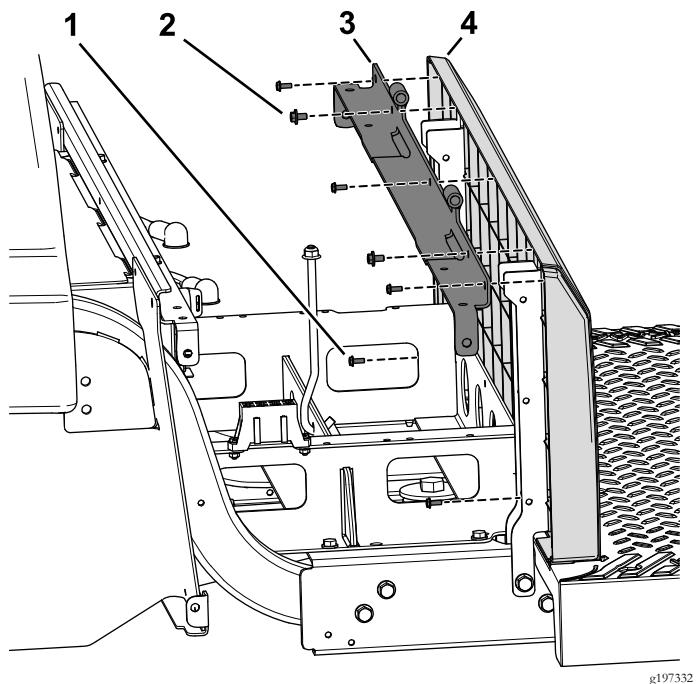

図 86
トワッシャアセンブリ $1/4 \times 1/2$ インチ2個を使う図86。
- 6. 後パネルを、アングルのサポートブラケットに固定するねじ#10 x 1/2 インチ5本を使う図86。